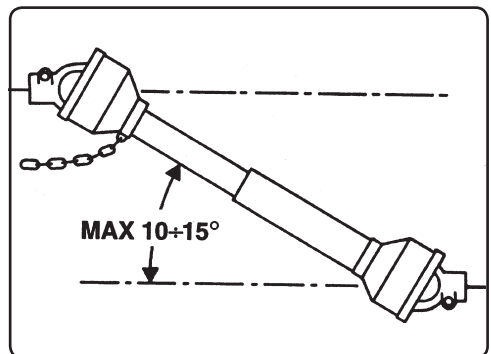

Abb. 5
- Die Kardanwelle immer abkuppeln, wenn sie zu stark abgewinkelt ist, nie über 10 - 15° (Abb. 5).